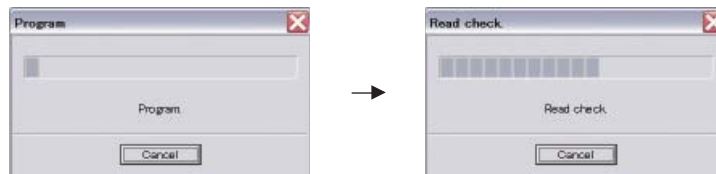

Fig. 6
8. Click [E.P.R.], then the "Erase" screen appears. (Fig. 6)
9. Click [OK] to start writing. (Fig. 6)
8. [E.P.R.] をクリックすると、「Erase」が表示されます。(Fig. 6)
9. [OK] をクリックし、書き込みを開始します。(Fig. 6)